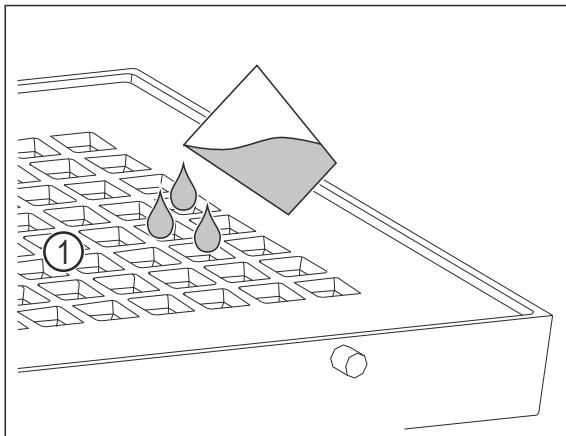

Fig. 104
- Залейте не более 400 мл воды через отверстия Fig. 104 (1) в крышке.